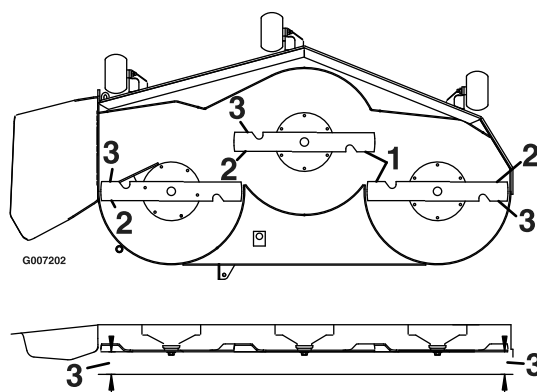

Figura 69
4. Mida entre los bordes de corte exteriores y la superficie plana (Figura 69). Si hay una diferencia de más de 5 mm (3/16 pulg.) entre ambas dimensiones, se requiere un ajuste; vaya al procedimiento Nivelación.